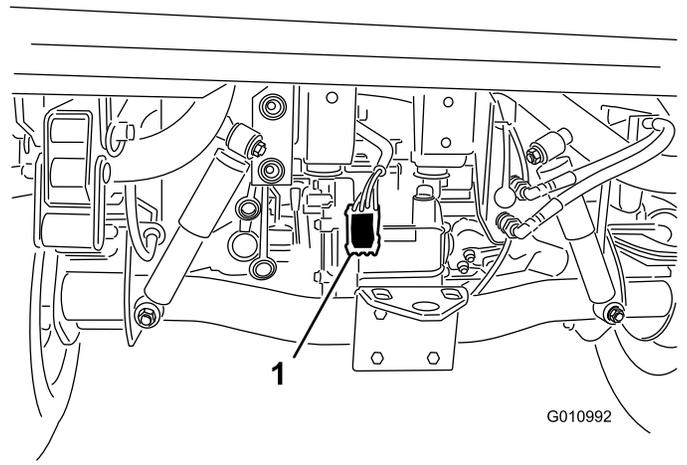

**図 7**
4. ヒューズブロックの空いているスロットに 20 A ヒューズを取り付ける 図 7。